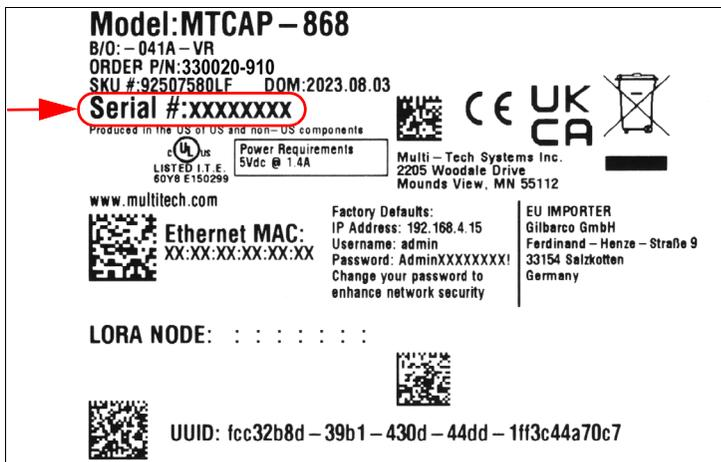

Figure 17. Exemple d'étiquette de passerelle - Numéro de série
4. Relevez le numéro de série de la passerelle sur l'étiquette à l'arrière de l'unité. Le numéro de série est présent sur l'étiquette, comme illustré à la Figure 17.
5. Relevez le numéro de série de la passerelle de rechange sur l'étiquette à l'arrière de l'unité (voir la Figure 17).